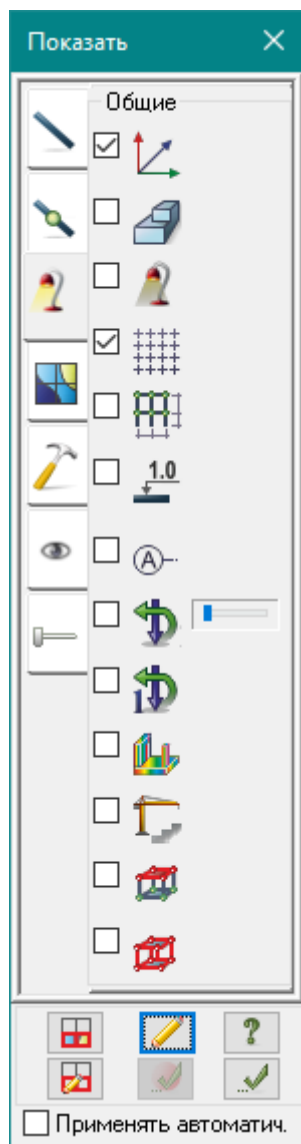

Рис.18.16. Диалоговое окно **Показать**
- В диалоговом окне **Показать** перейдите на третью закладку **Общие** и снимите флажок **Нагрузки** (рис.18.16).